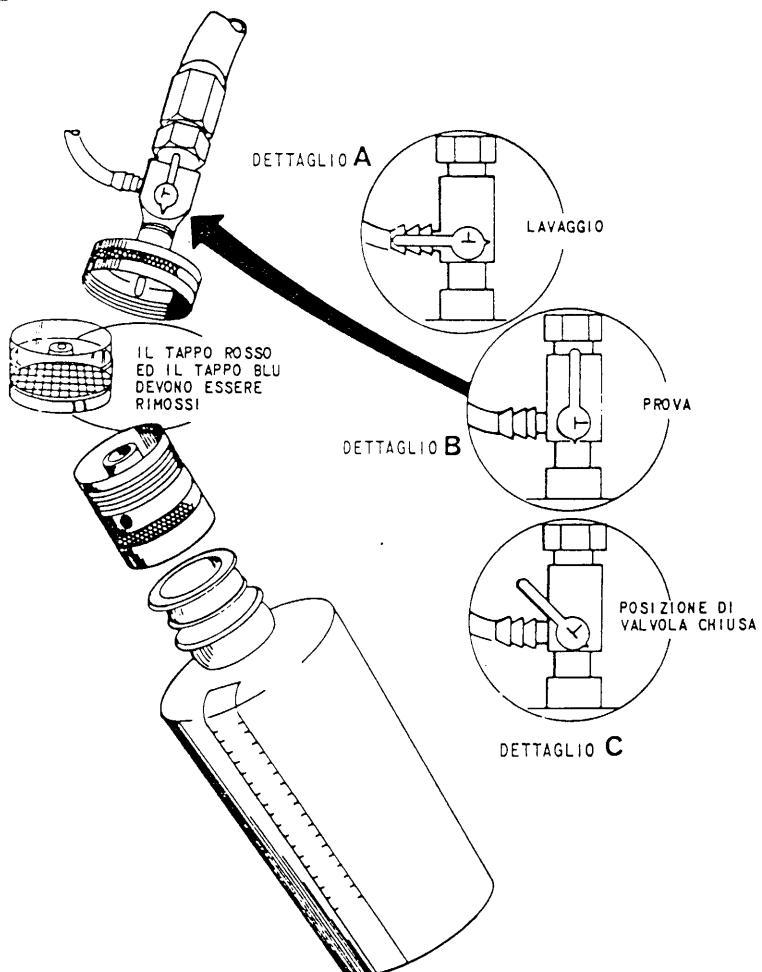

Fig. 3-25. Attrezzatura di prova per campionatura olio idraulico.
- Verificare che la valvola del dispositivo Millipore sia in posizione OFF (vedere fig. 3-25, dettaglio C).
a. Togliere i tappi dal disco filtrante ed installare lo stesso nel dispositivo analizzatore come illustrato nella fig. 3-25.
b. Rimontare il dispositivo analizzatore e collegarlo al raccordo a « T ». Assicurarsi che la valvola a tre vie sia in posizione di chiusura (vedere fig. 3-25, dettaglio C) prima di effettuare il collegamento.
c. Disporre la valvola a tre vie nella posizione di lavaggio (cortocircuito) (vedere fig. 3-25, dettaglio A) e lasciare fluire 100 cc attraverso la tubazione flessibile nel flacone graduato.
d. Disporre la valvola a tre vie nella posizione di prova (vedere fig. 3-25, dettaglio B) e lasciare fluire 100 cc attraverso il disco filtrante nel flacone graduato.